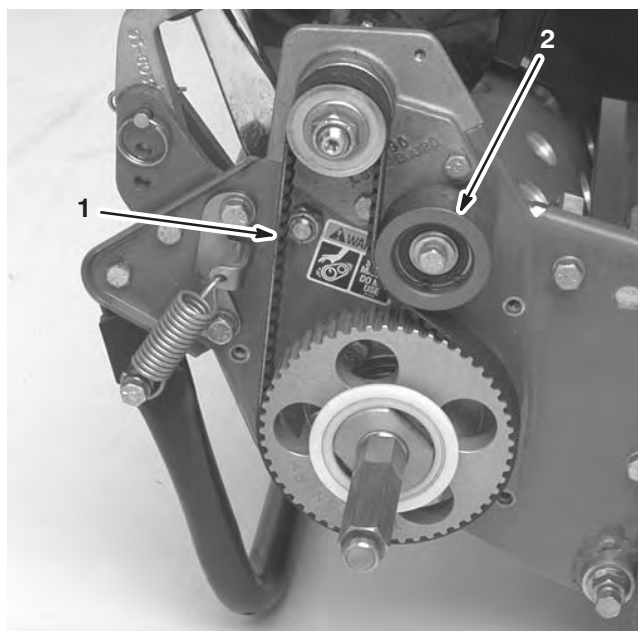

**Figure 36**
1. Retirez les vis de fixation du couvercle de la courroie et enlevez le couvercle pour exposer la courroie (Fig. 36).